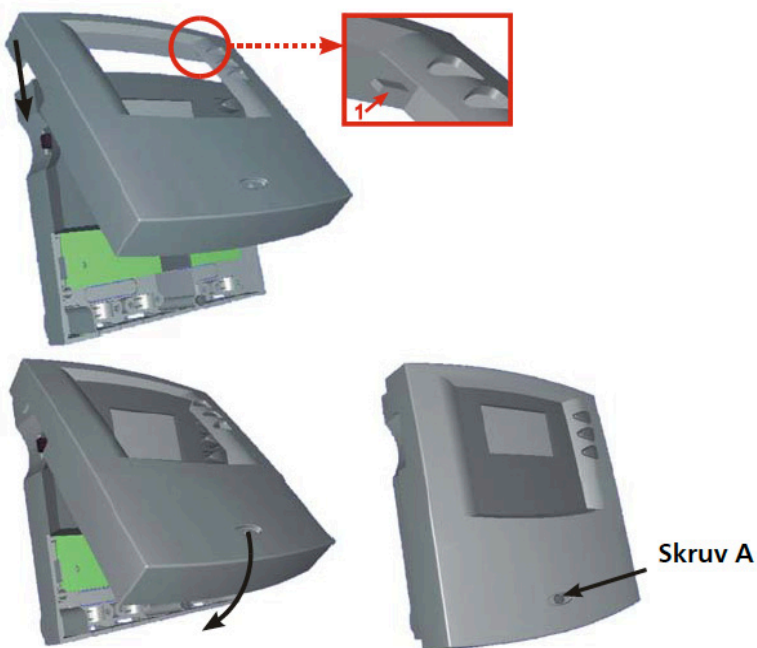

Fig. 5
Öppna locket genom att skruva ur skruven A, (fig. 5.) lyft sen locket varsamt uppåt, bakåt.
Överdelen av locket är säkrad med två piggar (fig. 5, pos 1.) se till så att dessa hamnar rätt när du stänger locket. Glöm inte skruven!